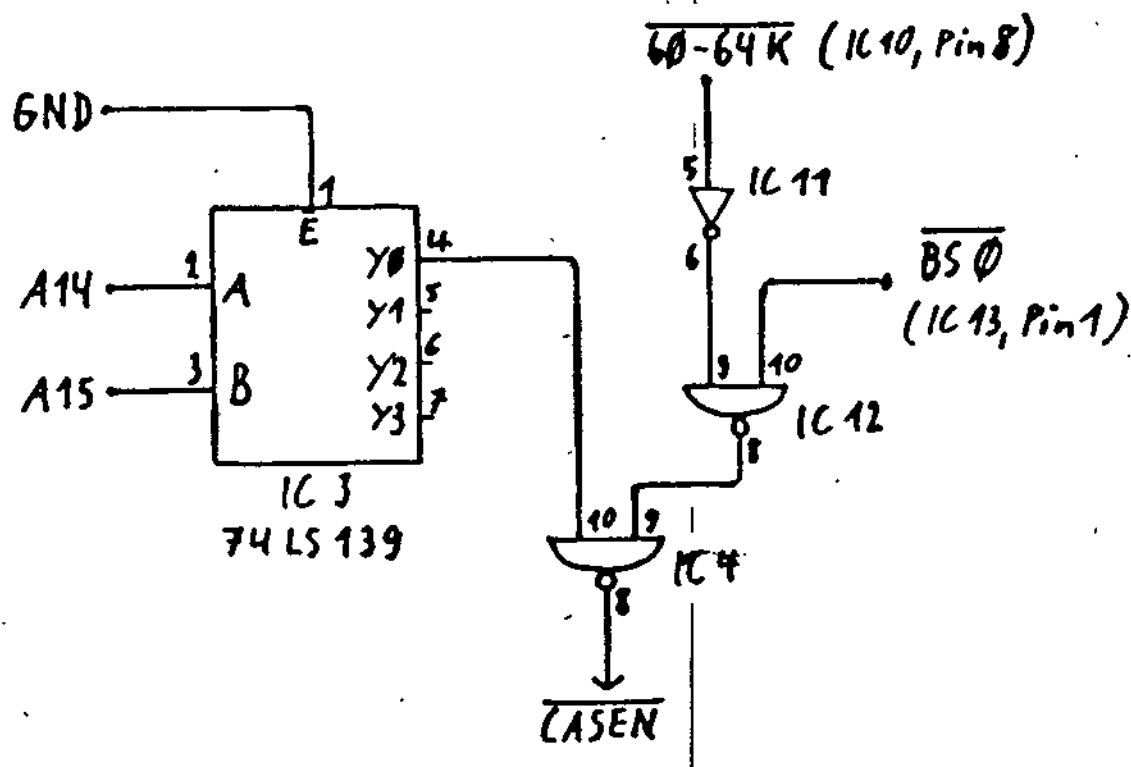

Abb. 8 Erzeugung des CAS-Treiber-Freigabe-signals CASEN für den 64K-Block auf dem CPU-Board
Die NAND Verknüpfung der Signale $\overline{BS 0}$ (IC 13, Pin 1) und $\overline{MAIN} = 0 - 60$ (56) K (IC 11, Pin 8) über IC 12, Ausgang Pin 8 wird mit dem in der Banking Schaltung in der zweiten Hälfte des IC 3 (74 LS 139) aus A 14 und A 15 gewonnenen Signale $\overline{0 - 16 K}$ im IC 4 NAND-verknüpft und ergibt das Freigabesignal \overline{CASEN} für den CAS-Treiber Z 37 (74 LS 367) Pin 15 auf dem CPU-Board (Abb. 8).